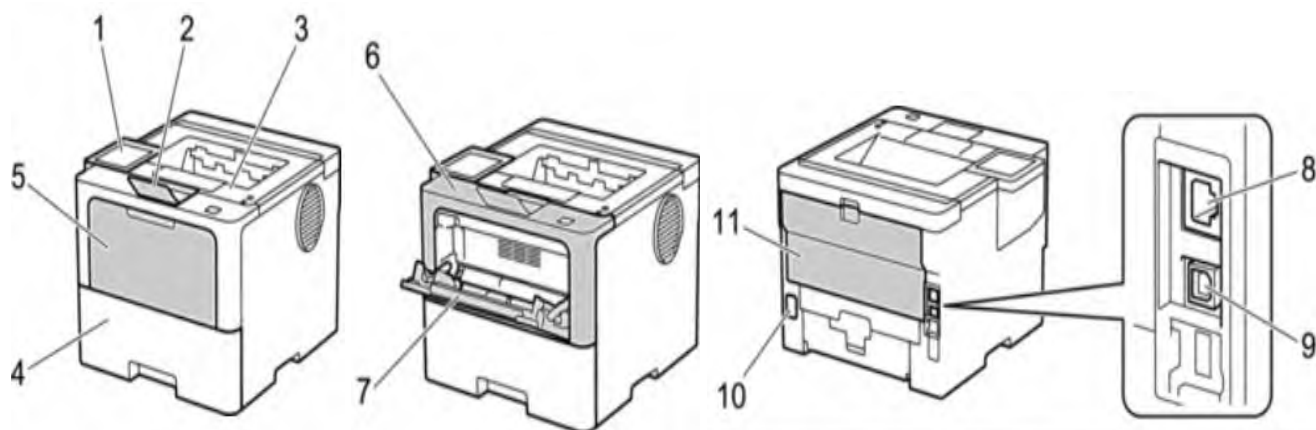

Рисунок 1.4 – Зовнішній вигляд принтера Brother HL-L5210DN
Зовнішній корпус (див. рис. 1.4) Brother HL-L5210DN має невеликий розмір, що дозволяє легко розмістити його у зручному місці. Доступ до витратних матеріалів для друку виконується через його передню частину, де розташована панель керування (з РК-екраном) (1), лоток для паперу (4), кришка (5) багатоцільового лотка (7) та передня кришка (6), що відкриває доступ до блоку фотобарабана та тонер-картриджа. Трохи вище передньої частини принтера розташований лоток виведення паперу (3) (папір буде друкуватися лицьовою стороною вниз) та складна опора для вихідного лотка (2), щоб підняти папір. На задній панелі принтера розташовані задня кришка (11), роз'єм живлення (10), порт USB ((9) та порт Ethernet (8) для підключення принтера до дротової локальної мережі.